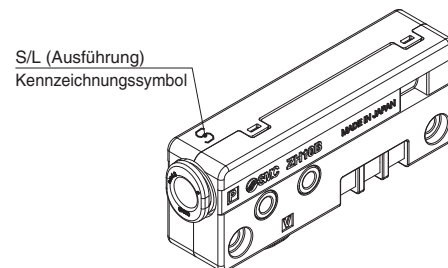

Abb. 12
2. Bei der Kompaktversion wird je nach erreichbarem Vakuum ein anderes Kennzeichnungssymbol verwendet (Ausführung S oder L). (Abb. 12)